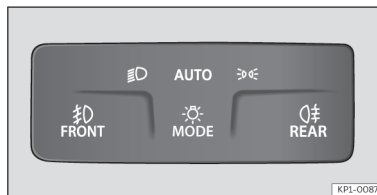

Fig. 101 Painel de instrumentos: comando das luzes.
- Ligue a ignição e selecione o modo **AUTO** no comando das luzes >>> **Fig. 101.**
- Desligue o modo **AUTO** no comando das luzes >>> **Fig. 101.**